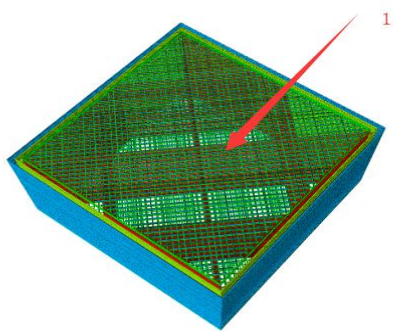
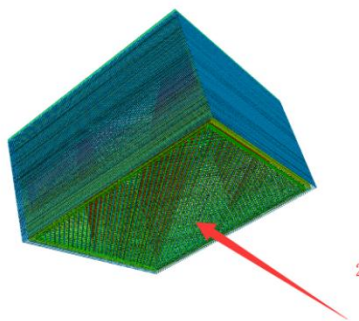

图 5，上表面，模型朝上的表面
图 6，下表面，模型朝打印平台的表面
(1) 表面速度（单位 mm/s）：表面即模型的上下表面如图 5、图 6，这些表面的厚度由表面层厚度决定，表面速度为这些上下表面的打印速度（喷头一边挤出料丝一边移动时的移动速度）。**速度越慢，模型打印质量越好。建议速度范围为：10-70mm/s**